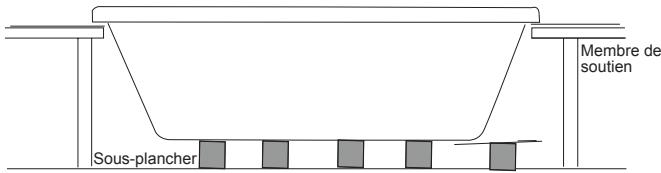

Figure 10 - soutien
- 10** Retirez les morceaux de retailles de bois et abaissez la baignoire complètement dans l'ouverture (figures 10 et 11).